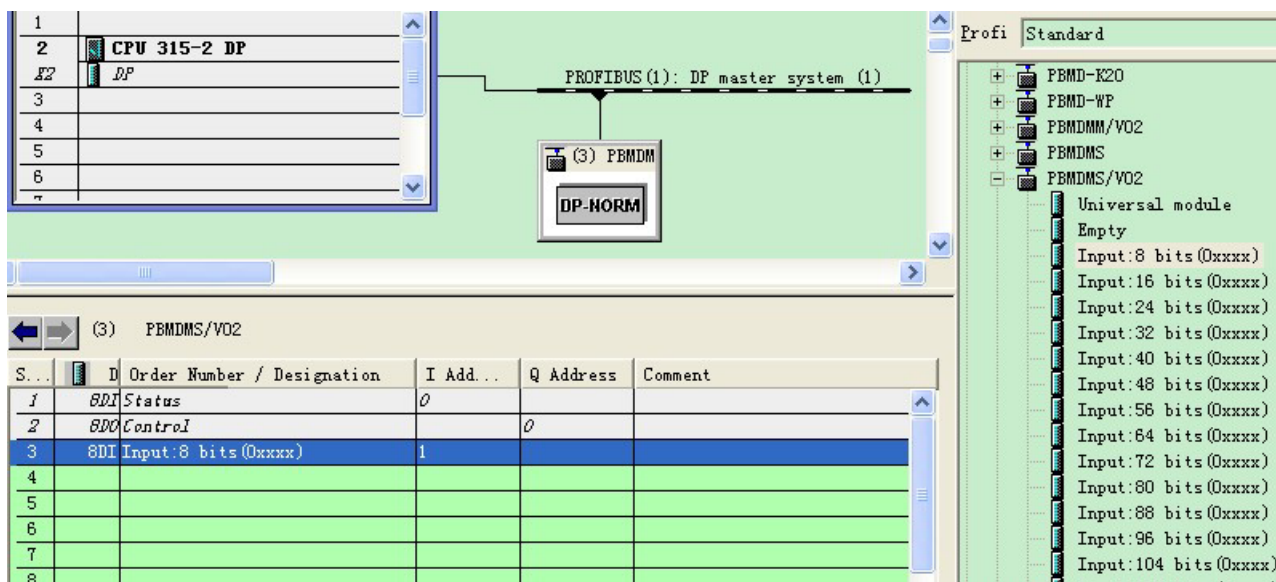

图 1-2：从 Modbus 传递开关量到 Profibus 的配置
**从 Modbus 传递开关量到 Profibus 的配置** 此种类型为 Profibus 想要获得 Modbus 开关量数据，可以选择图 1-2 所示“Input：8 bits (0xxxx)”，这里传递 8 个 Bits，实际使用的时候根据自身需要传递的数据量进行选择。您可以选择使用 Modbus 05 号功能码或者是 0F 号功能码，将数据写入到上面配置的模块中，默认 Modbus 地址为 1，0 区寄存器起始地址为 0。此例中相对应的 Profibus 寄存器地址为 IB1。